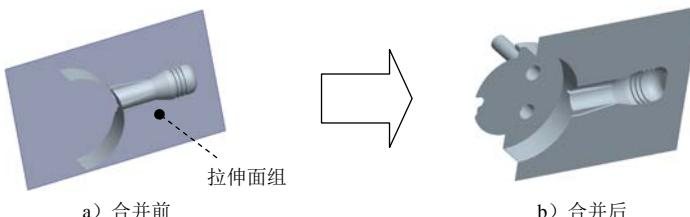

图 10.16 合并面组
Step6. 将复制面组与拉伸面组进行合并，如图 10.16 所示。
- (1) 遮蔽参考件和坯料。选择 **视图** 功能选项卡 **可见性** 区域中的“模具显示”按钮 ，系统弹出“遮蔽-取消遮蔽”对话框，在该对话框中按下 元件 按钮，单击对话框下方的“选择所有对象”按钮 ，此时 HANDLE-BODY_MOLD_REF 和 WF 被选中，再单击下方的 **遮蔽** 按钮，最后单击 **关闭** 按钮。